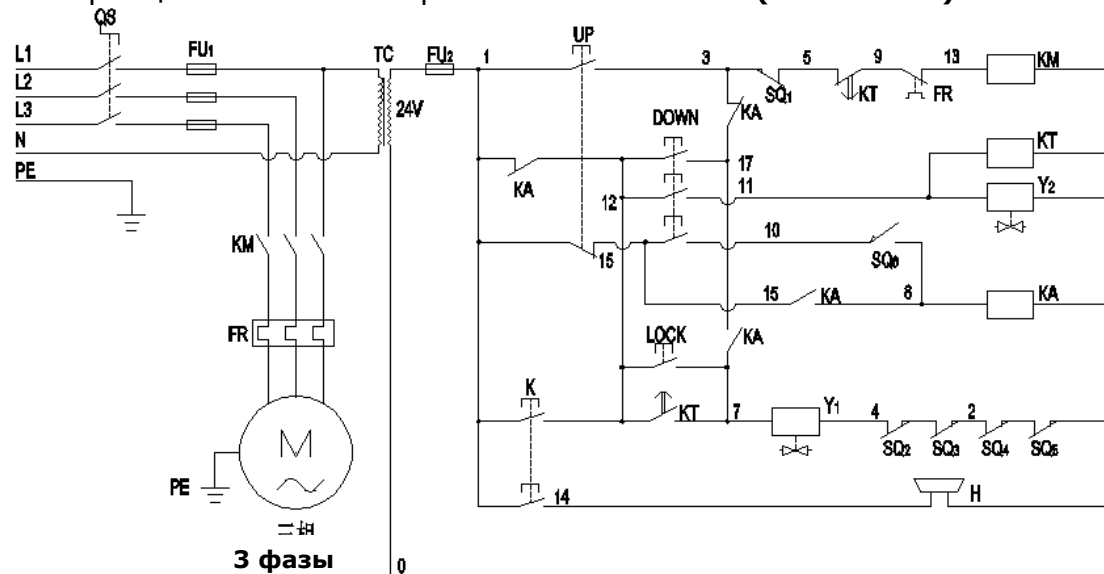

Рис. 41
6.3 Принципиальная электрическая схема 380В (См. Рис. 41).